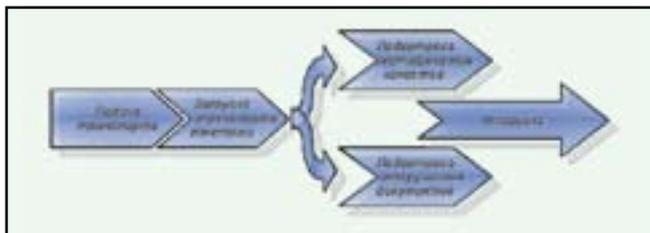

Рис. 4. Типовой порядок работ при отгрузке готовой продукции
1) **создавать сертификат** по фактически отгруженным пакетам с трубами. Задавая основную функцию ("создание сертификата") работы системы, следует учитывать, что примерный порядок работ, проводимый при этом в цеху, имеет вид, представленный на рис. 4.